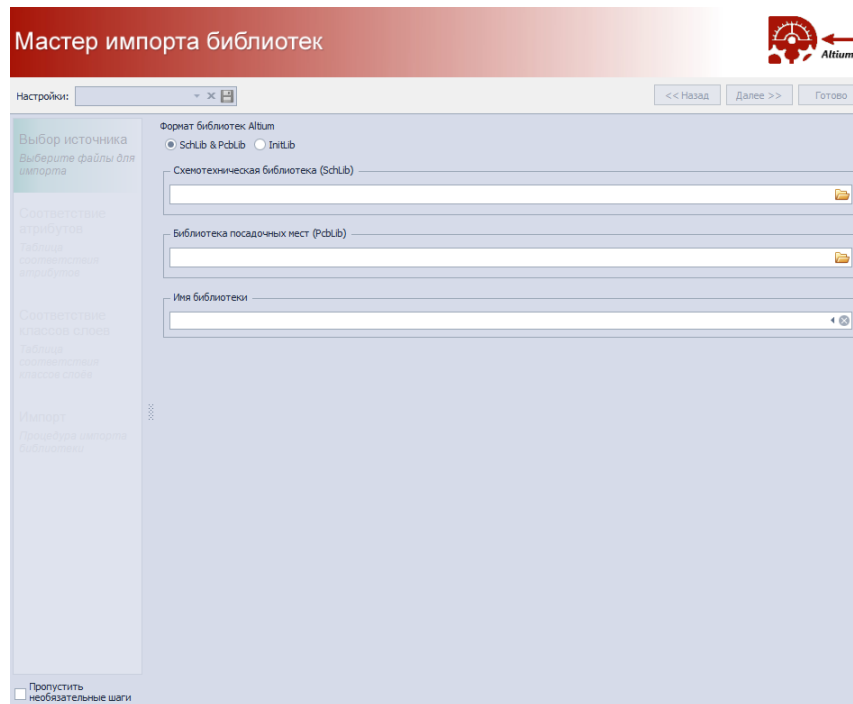

Рис. 25 Запуск мастера импорта библиотек Altium Designer
1. Запустите мастер импорта. Стартовое окно мастера представлено на Рис. 25.